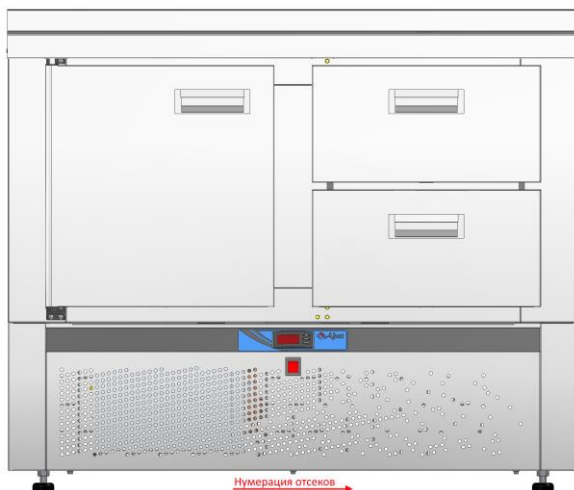

Рис. 2 СХН-60Н-01, СХН-70Н-01
- стол холодильный низкотемпературный с нижним расположением агрегата СХН-60Н-01 столешница нерж. 202 с бортом (дверь, ящик 1/2) (см. рис. 2);